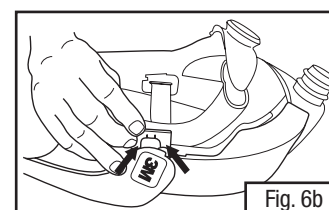

Fig. 6b
- Avec la pièce faciale à l'envers et le cadre de la visière dans la position élevée (ouverte), abaisser les pinces à ressort en métal (vers l'intérieur de la pièce faciale) jusqu'à ce qu'elles touchent la plaque arrière. Les extraire pour les retirer. Utiliser un outil avec délicatesse si nécessaire (p. ex. tournevis plat). Retirer le cadre de la pièce faciale de série M (Fig. 6b).